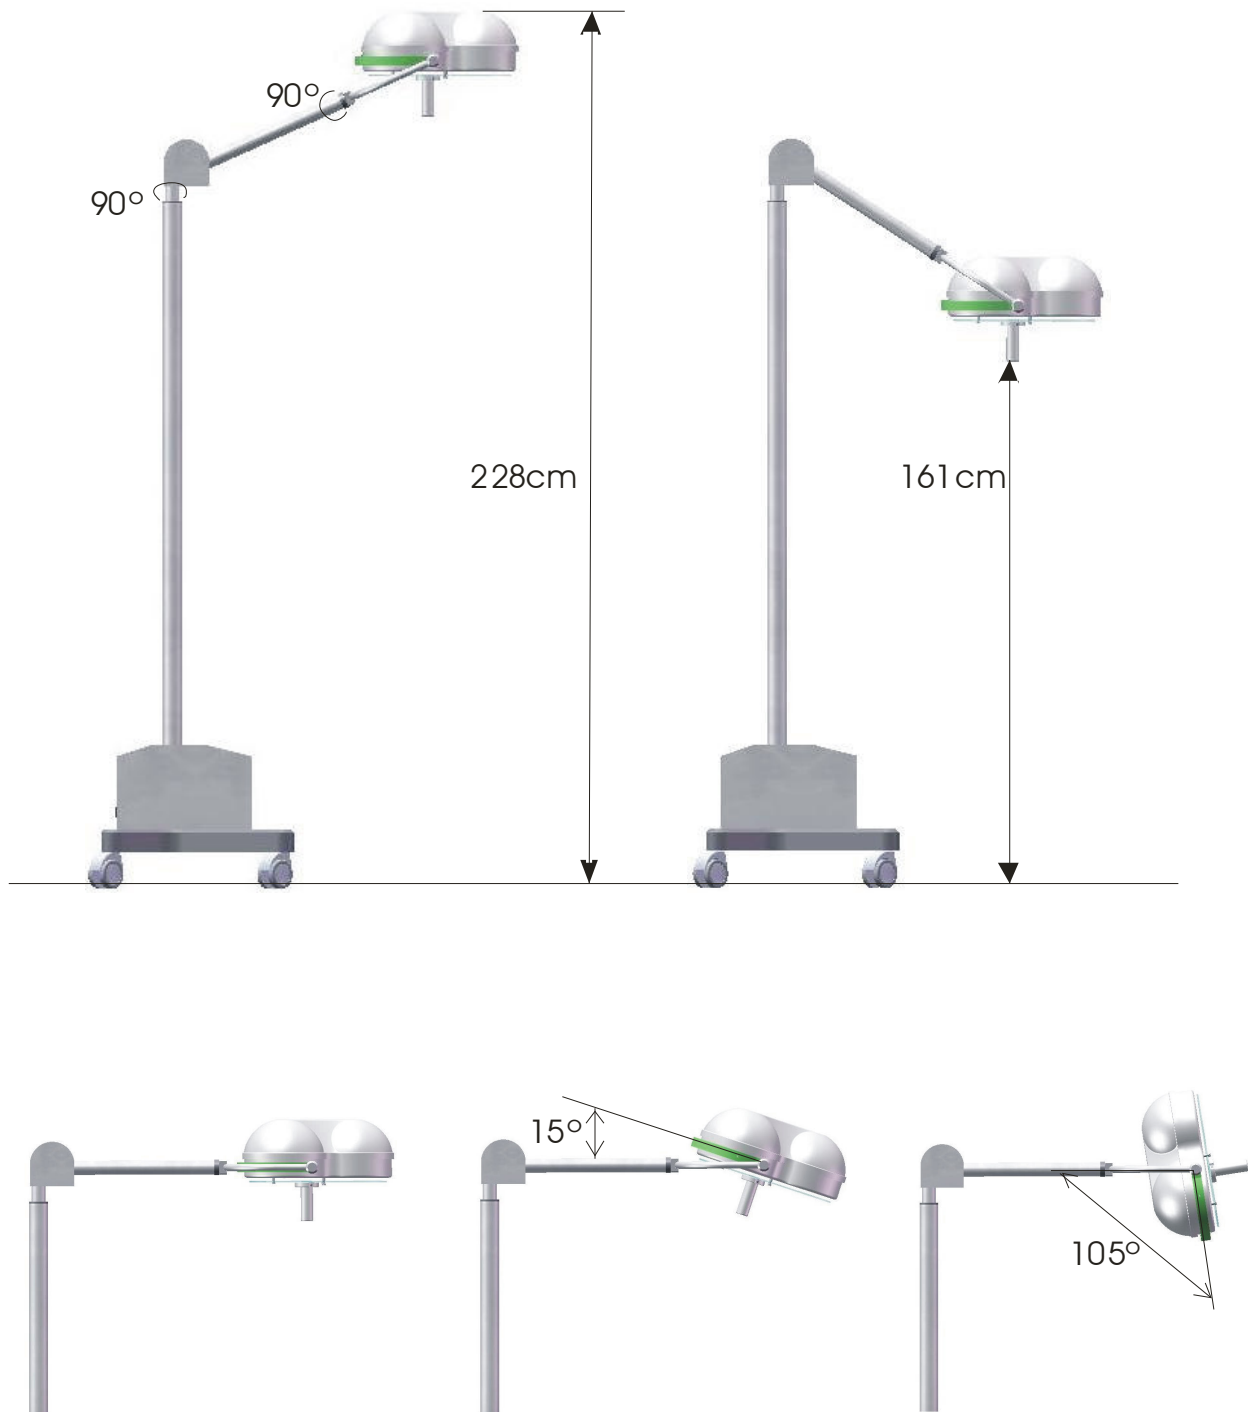

Figura 2 – Recursos das articulações do Foco Auxiliar Cirúrgico
O Foco Auxiliar Cirúrgico possibilita ao usuário ajustar a altura, aproximar, afastar e rotacionar a cúpula com relação ao campo de operação, conforme figura 2.
Dimensões	Vide figura 2
1. Posicione o Foco a uma distância de 1 metro do campo sob visualização e na posição desejada, conforme figura 2.